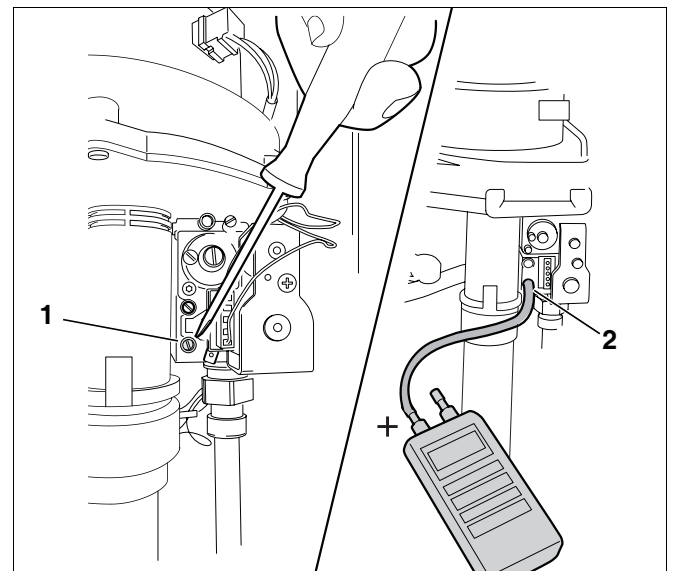

Abb. 34 Gasanschlussdruck messen
- Verschlusschraube im Anschlussdruck-Messnippel (Abb. 34, Seite 45) leicht lösen und Schlauch aufstecken.
- Verschlusschraube im untersten Messnippel (Anschlussdruck-Messnippel) um zwei Umdrehungen lösen (Abb. 34, **Pos. 1**).
- Messschlauch des Druckmessgerätes auf den Prüfnippel aufstecken (Abb. 34, **Pos. 2**).